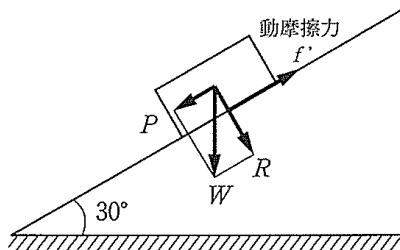

図1
**第1問題** 図1のように、重力 $W=20$  [N] が働くている物体が、傾角30°の斜面を滑りおりるとき、次の間に答えよ。ただし、動摩擦係数は $\mu=0.2$ とする。